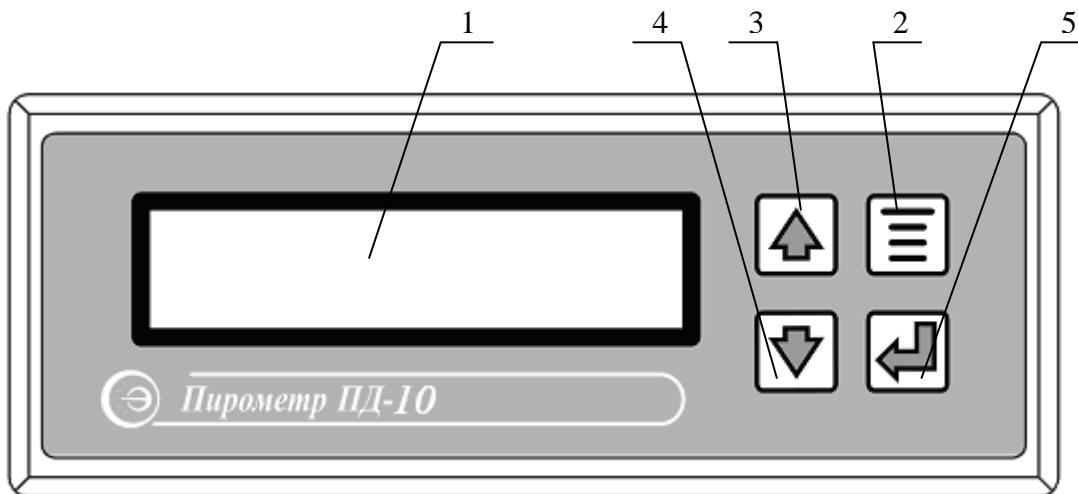

Рисунок 3 – Панель регулирующего пиromетра ПД-10
1.4.6.3 Панель регулирующего пиromетра ПД-10 содержит следующие элементы (рисунок 3):